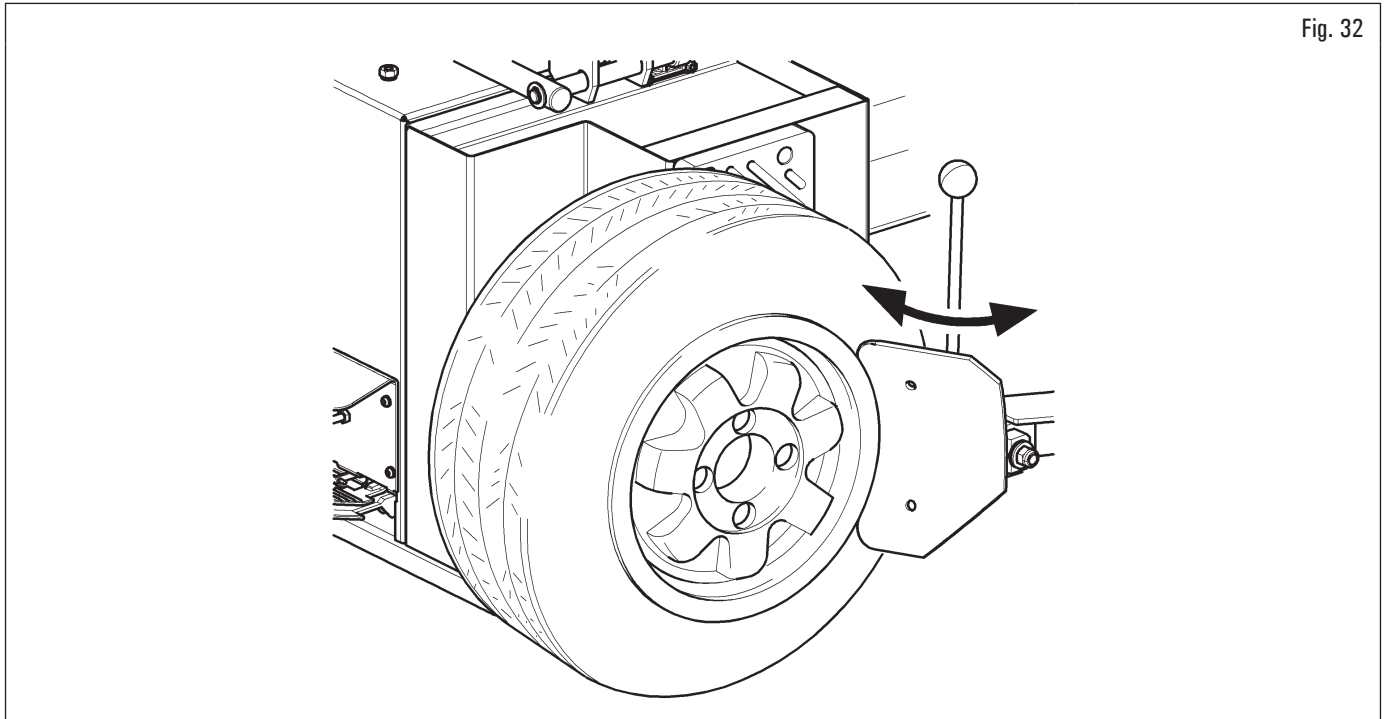

Fig. 32
1. coloque la rueda como indica la Fig. 32 y acerque la paleta de destalonado al borde de la llanta;